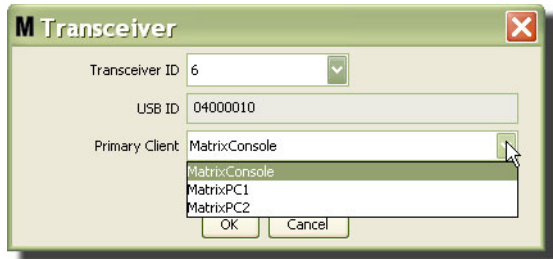

图 91
- 若要修改派给收发器的主客户端，单击主客户端字段边上的箭头显示下拉菜单（图 91）。将主客户端派给收发器的目的是要正确地将部件室授权（PRA）请求从流量计传送到正确的电脑客户端。如果不使用 PRA 模式，则只要将所有收发器派给默认的 Matrix 控制台客户端即可。